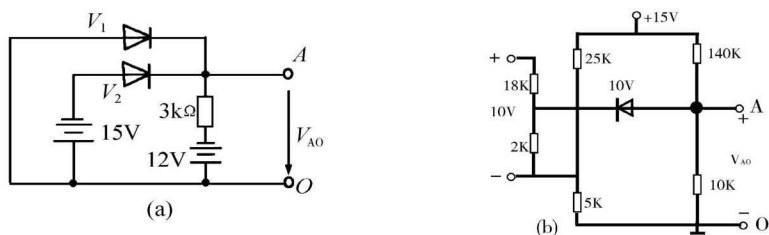

图 1-1-10
1. 分析图 1-1-10 中各二极管是导通还是截止? 试求出 AO 两点间的电压 $V_{AO} = ?$ (设所有二极管均为理想型, 即正偏时, 正向压降为 0, 正向电阻为 0; 反偏时, 反向电流为 0, 反向电阻为 ∞ 。)